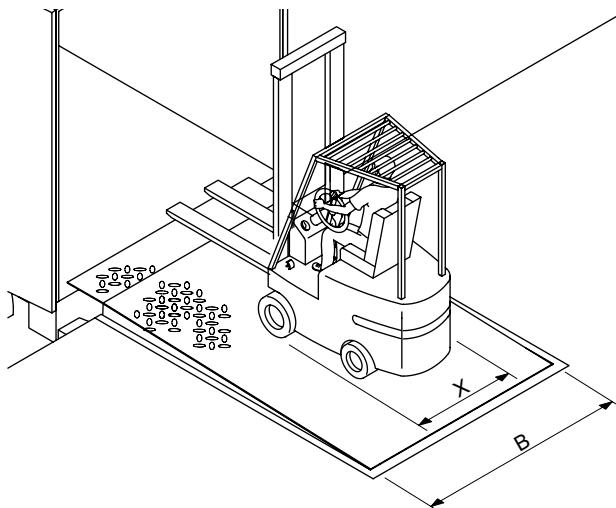

Рис. 5. Ограничения по эксплуатации погрузочных средств
- Не превышайте максимальную нагрузку на платформу (указанную в паспорте изделия) 60 кН или 100 кН. Максимальная нагрузка соответствует сумме веса погрузчика, весов перевозимого груза и водителя. Разрешается использование погрузочного оборудования (погрузчики, электрические тележки, гидравлические ручные тележки и т. п.), у которого максимальная ширина расположения колес **Х** меньше ширины платформы **В** как минимум на 700 мм (рис. 5). При этом контактные поверхности небольшого размера у небольших и жестких колес могут вызвать серьезные деформации платформ, не рассчитанных на такие нагрузки. Подобная деформация (колея) является допустимой в соответствии с указанными в стандарте EN 1398 предельно-допустимыми значениями.